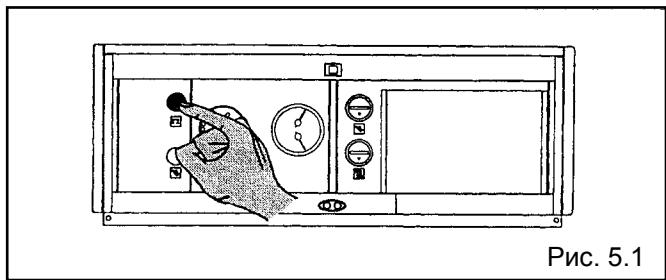

Рис. 5.1
- Нажмите кнопку выключателя на панели управления котла и убедитесь, что зеленая лампочка погасла (рис. 5.1).